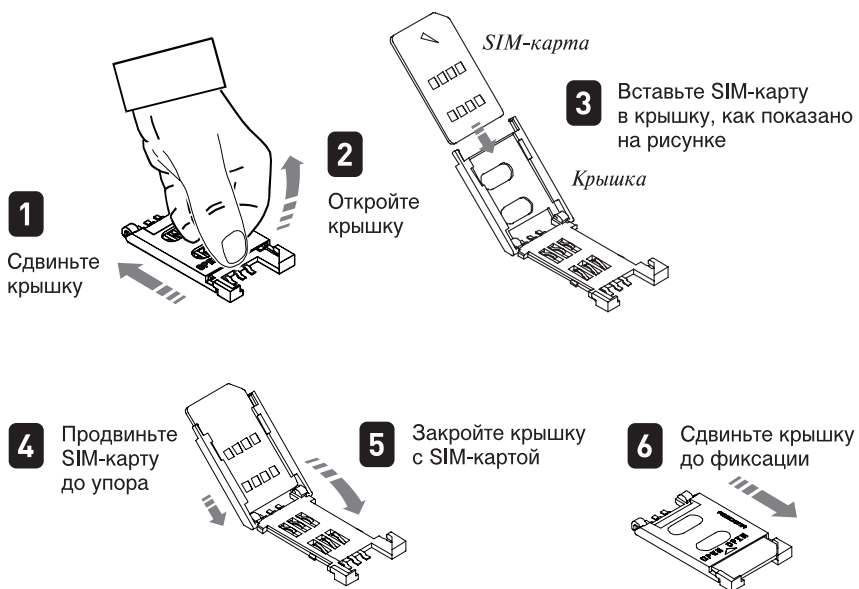

Рис. 7
2. Установите SIM-карту в держатель, следуя рис. 7.